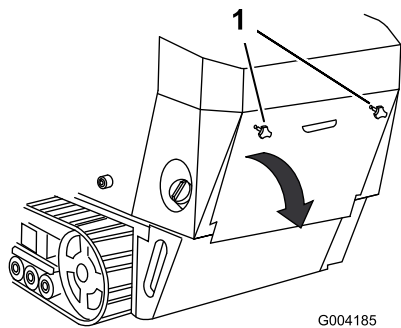

Figura 23
1. Svitare le due manopole che fissano il portello di accesso posteriore alla macchina (Figura 23).
- Inclinare il portello di accesso posteriore verso il basso e rimuoverlo per accedere ai componenti interni (Figura 23).